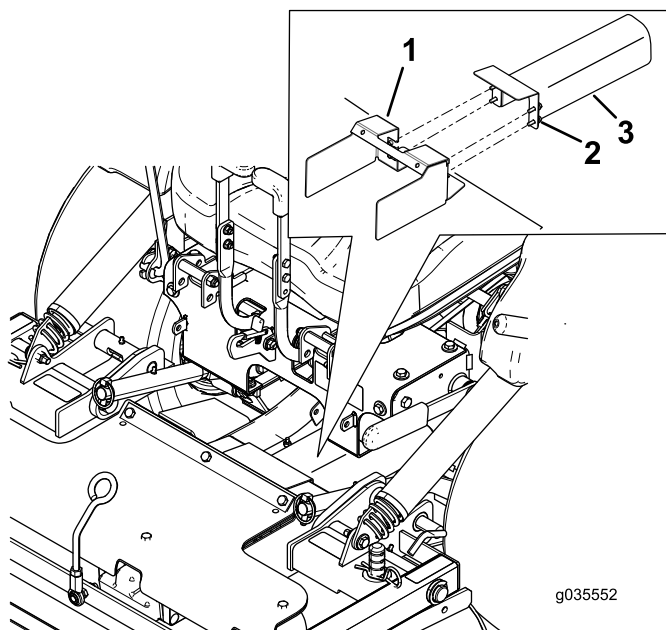

Figure 20
4. Desserrez les boulons et déposez les protections en métal illustrées à la Figure 20.
2. Posez les protections en métal et les boulons comme montré à la Figure 20.